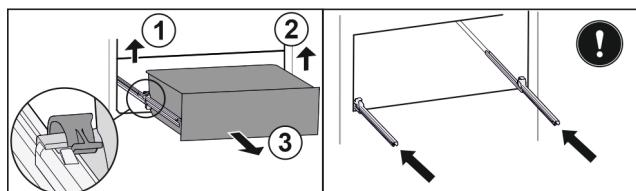

Fig. 75
- Підняти лівий затискач і одночасно висувний ящик ліворуч потягнути вперед. Fig. 75 (1)
- Підняти правий затискач і одночасно висувний ящик праворуч потягнути вперед. Fig. 75 (2)
- Вийняти висувний ящик рухом вперед. Fig. 75 (3)